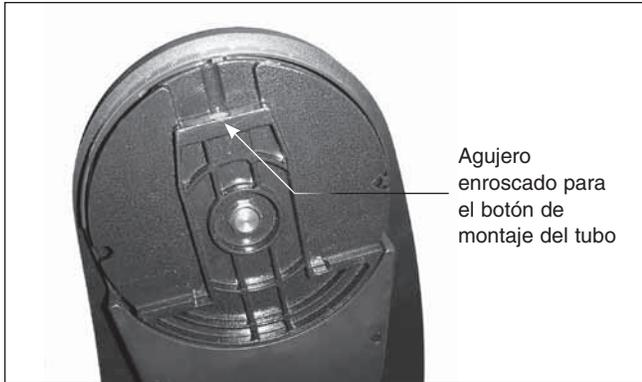

Figura 22. El muñón metálico del eje de altura del panel izquierdo de la base empareja con el rodamiento izquierdo del tubo telescópico.
- El cubo de altura izquierdo del tubo óptico cuenta con una ranura de cola de milano que se desliza dentro del muñón del eje de altura del interior del panel izquierdo (**Figura 22**). Se recomienda orientar el muñón de manera que el agujero enroscado del botón de conexión del tubo se oriente hacia arriba. Después el tubo telescópico puede sujetarse horizontalmente y bajarse fácilmente hacia la base deslizando suavemente el cubo de altura del tubo dentro del muñón de altura de la base (**Figura 23**). Si el muñón del eje de altura de la base se orienta de otra manera, tendrá que ajustar el ángulo del tubo telescópico para que el cubo de altura se deslice dentro del muñón del eje de altura. (Puede ser demasiado difícil girar con la mano el muñón del eje de altura para ajustar su orientación.) Una vez asentado en la base, el tubo rotará libremente a una posición vertical debido a su desequilibrio de carga inferior. Esto está bien. El tubo ahora debe descansar en una posición vertical en la base (**Figura 24**).
El cubo de altura izquierdo del tubo óptico cuenta con una ranura de cola de milano que se desliza dentro del muñón del eje de altura del interior del panel izquierdo (**Figura 22**). Se recomienda orientar el muñón de manera que el agujero enroscado del botón de conexión del tubo se oriente hacia arriba. Después el tubo telescópico puede sujetarse horizontalmente y bajarse fácilmente hacia la base deslizando suavemente el cubo de altura del tubo dentro del muñón de altura de la base. Si el muñón del eje de altura de la base se orienta de otra manera, tendrá que ajustar el ángulo del tubo telescópico para que el cubo de altura se deslice dentro del muñón del eje de altura. (Puede ser demasiado difícil girar con la mano el muñón del eje de altura para ajustar su orientación.)